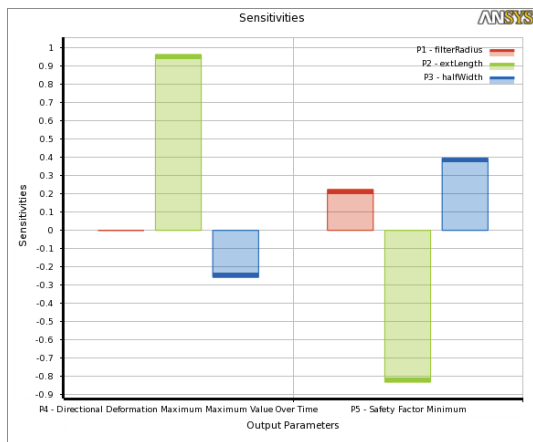

图 25-49 敏感度图
8) 在 Outline of Schematic C2: Optimization 中, 单击 17 行可以查看敏感度图, 如图 25-49 所示。